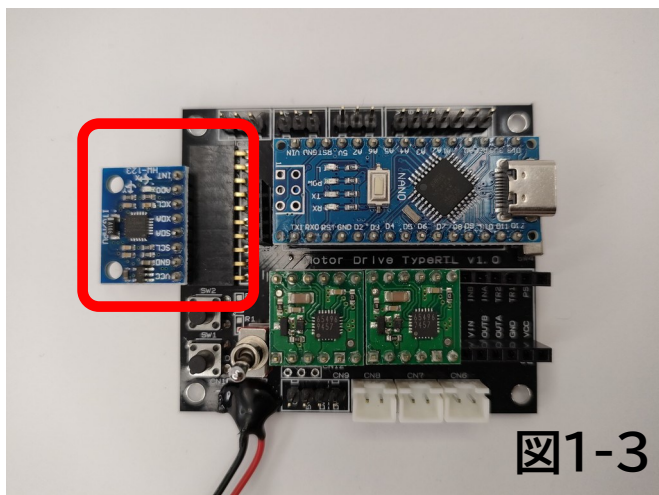

図1-3
3. パーツNo.6「3軸加速度3軸ジャイロセンサモジュール」を図1-3の赤枠で囲った箇所(U5)に取り付けます。SW2側に寄せて取り付けてください。上側の端子は余ります。